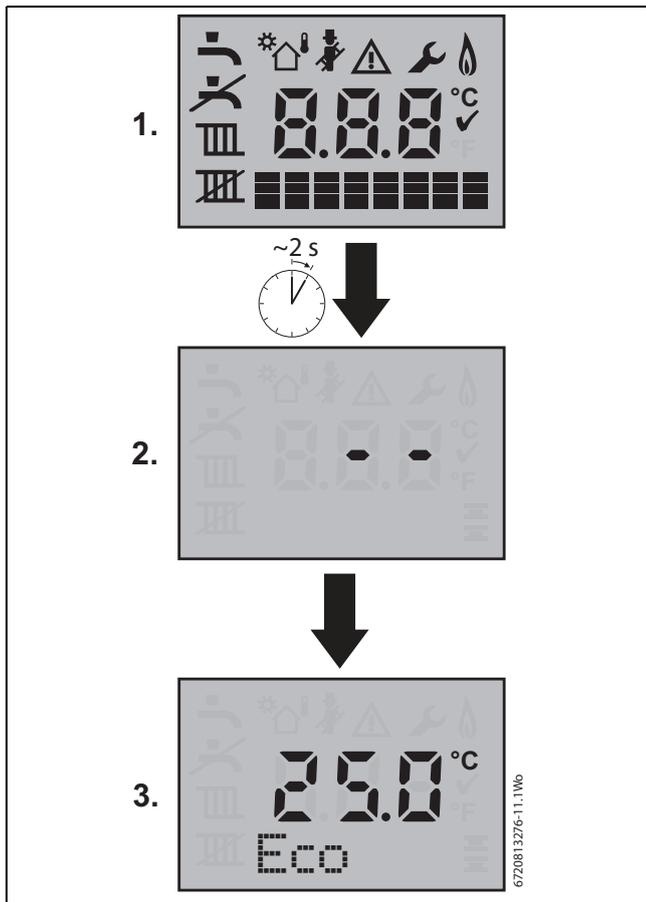

Fig. 65 Pantalla inicial de la caldera
- ▶ Activar el suministro principal de corriente; se visualizará primero la "pantalla de inicio de la caldera" (véase la fig. 65).